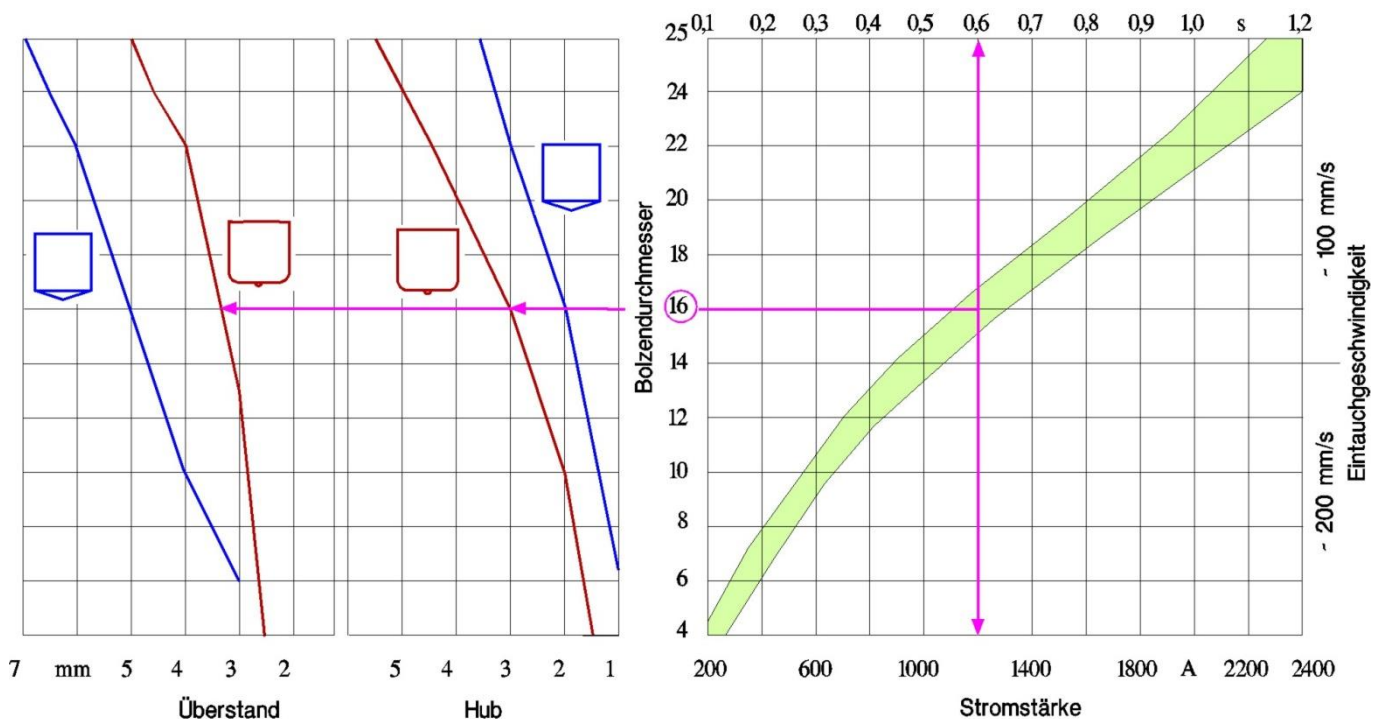

Bild 2: Richtwerte für Strom, Zeit, Hub, Überstand und Dämpfung (Beispiel: Bolzen mit 16 mm Durchmesser und flacher Spitze)
Hub (Lichtbogenlänge) und Überstand sind wichtige Parameter beim Bolzenschweißen. Sie können im Wesentlichen in Abhängigkeit vom Bolzendurchmesser anhand Bild 2 gewählt werden. Die Schweißposition oder die Oberflächenbeschaffenheit des Grundmaterials können Änderungen erforderlich machen. Die passenden Werte sollten dann durch Versuche ermittelt werden.
Das Bild 2 gibt Einstellrichtwerte an, die beim Schweißen auf **metallisch blanken Oberflächen** in **Wannenlage** (Position PA) für gängige Bolzentypen erprobt wurden. Entscheidend ist der Durchmesser an der Schweißspitze, nicht das Nennmaß. Unter anderen Bedingungen (Schweißposition, Oberfläche verölt, verzündert oder gepriment) sind die günstigsten Werte durch Versuche zu ermitteln. Bei problematischen Oberflächen müssen z.T. Schweißzeit und Hub erheblich vergrößert und der Schweißstrom verringert werden. Beim Schweißen in Querposition ist es günstig, gegenüber den Richtwerten den Strom, den Überstand und die Eintauchgeschwindigkeit zu erhöhen und Zeit und Hub zu verringern.
9. Verschieben Sie die Fußplatte mit den Säulen in den Klemmführungen so lange, bis der richtige Überstand erreicht ist. Richten Sie sich nach Bild 2. Eine schematische Darstellung der Stützeinrichtung finden Sie im Bild 4.
Keine Zwischenwerte einstellen! Richten Sie sich bei der Wahl der Werte nach Bild 2.